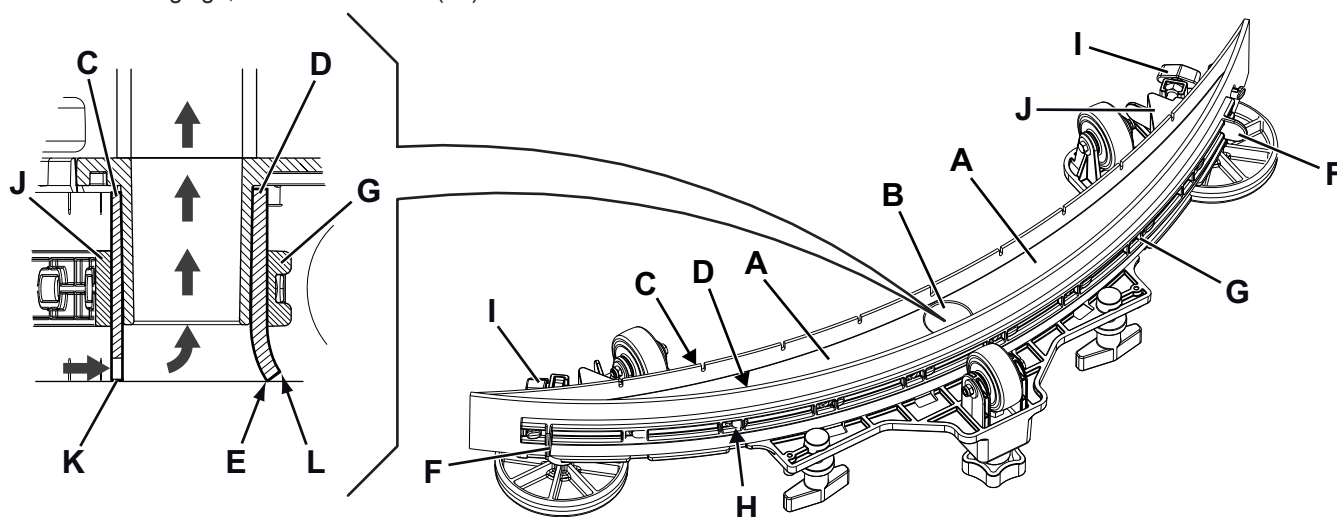

Figure 10
2. S'assurer que la machine est éteinte avec la clé opérateur (41) retirée.
3. Desserrer les boutons (32) et déposer l'embouchure (13).
4. Laver et nettoyer l'embouchure. Nettoyer en particulier les compartiments (A, Fig. 10) et l'orifice (B) de la saleté et des déchets. Contrôler que la lamelle en caoutchouc avant (C) et la lamelle en caoutchouc arrière (D) sont intactes et qu'elles ne présentent pas de coupures ou déchirures ; en cas contraire, les remplacer comme indiqué au paragraphe suivant.
2. Contrôler que la lamelle en caoutchouc avant (C, Fig. 10) et la lamelle en caoutchouc arrière (D) sont intactes et qu'elles ne présentent pas de coupures ou déchirures ; en cas contraire, les remplacer en procédant comme suit. Contrôler que l'arête avant (E) de la lamelle en caoutchouc arrière n'est pas usée ; en cas contraire, tourner la lamelle en caoutchouc, en remplaçant l'arête usée avec l'une des trois arêtes intactes. Si toutes les arêtes sont usées, remplacer la lamelle en caoutchouc en procédant comme suit :
- À l'aide de la lamelle (F), libérer et retirer la bande élastique (G) des dispositifs de retenue (H), puis remplacer/renverser la lamelle en caoutchouc arrière (D).
- Dévisser les boutons (I) et enlever la bande de retenue (J), puis remplacer/renverser la lamelle en caoutchouc avant (C).
3. Reposer l'embouchure (13) et serrer les boutons (32).
- Vérifier que le rabat (K) de la lamelle en caoutchouc (C) et le rabat (L) de la lamelle en caoutchouc arrière (D) posent comme indiqué sur la figure.
- Pour le réglage, utiliser la manette (33).